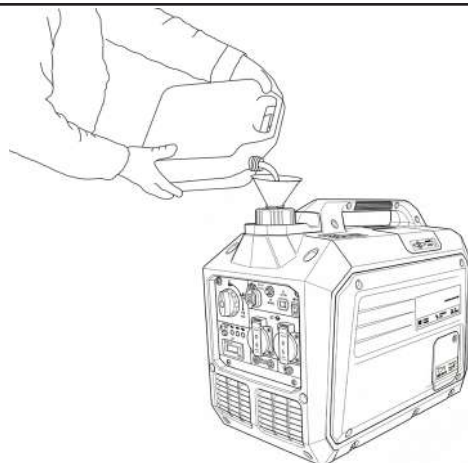

fig. 9
- Remplir lentement le carburant à l'aide d'un entonnoir. Voir fig.9